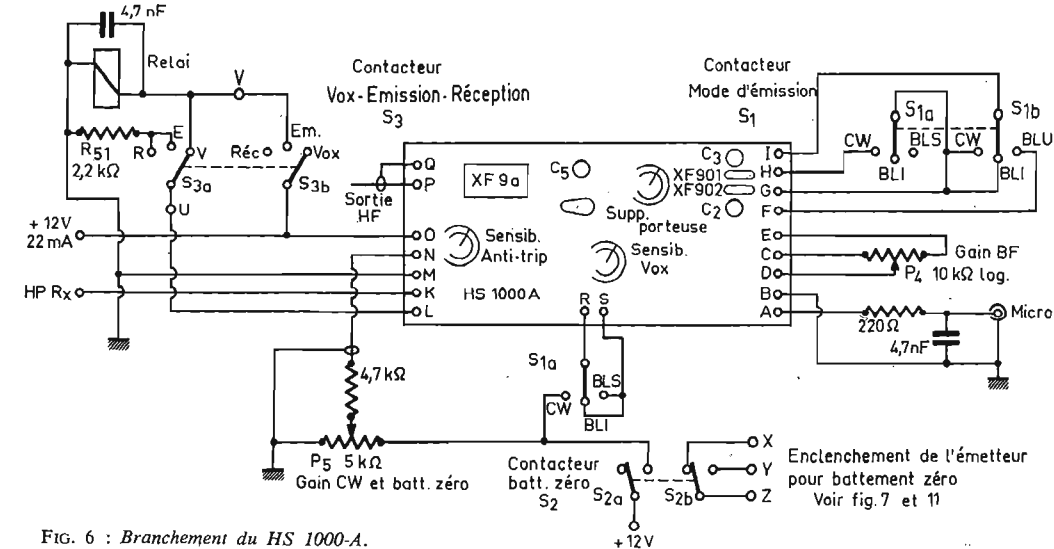

FIG. 6 : Branchement du HS 1000-A.
Montage électrique du HS 1000-A (Fig. 6).
e) Vox-relais (Fig. 6). J'ai utilisé un relais Siemens avec son support et son ressort de maintien. Celui-ci comporte 4 inverseurs dont on peut en utiliser 2 en parallèle, pour travailler en relais d'antenne. Un 3^e peut être utilisé pour commander des appareils additionnels (ampli linéaire ou appareil VHF). Le 4^e contact est utilisé pour commander l'émetteur et le récepteur. Lorsque les 2 appareils peuvent être bloqués par une tension négative, on utilise uniquement ce 4^e contact (voir Fig. 6 a et 7). Le relais doit obligatoirement être fixé contre la prise d'antenne et sa bobine shuntée par un condensateur de 4,7 nF.